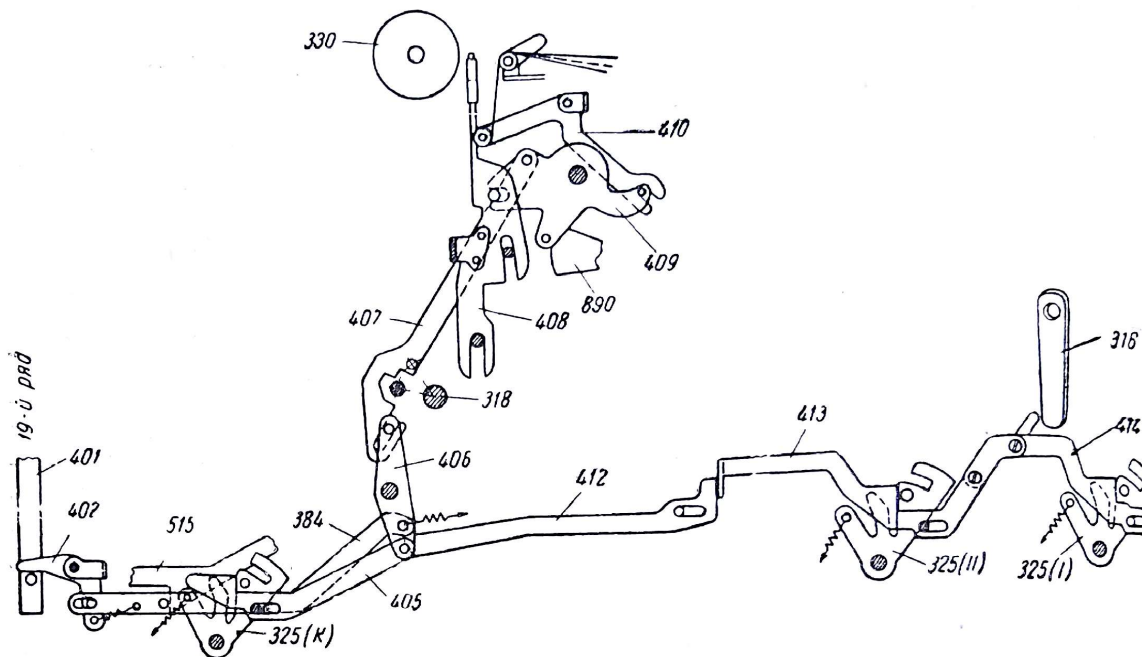

Рис. 50. Печать красным цветом.
**Печать красным цветом (рис. 50).** Печать красным цветом на машине «Аскота» класса 170 предусмотрена в следующих случаях: от настройки, при включении клавиши обратного действия и при списании отрицательных итогов с сальдирующих счетчиков I, II и К. Это возможно благодаря наличию двухцветной ленты (верхняя половина — черного цвета, а нижняя — красного) и соответствующего механизма.
если тяга 407 занимает такое положение, как на рис. 50, то штифт четырехплечего рычага будет перемещать ее за переднюю ступеньку. В этом случае будет печать черным цветом;